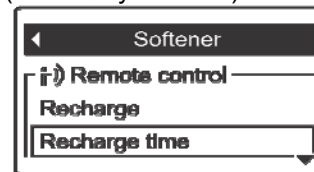

РИС. 111
3. Нажать кнопку ВНИЗ (▼) и прокрутить опции меню до подсветки надписи в рамке **Время заправки** (См. Рисунок 111).
6. Нажать кнопку ВЫБРАТЬ (O). Дисплей вернется обратно в меню умягчителя (Рисунок 111).